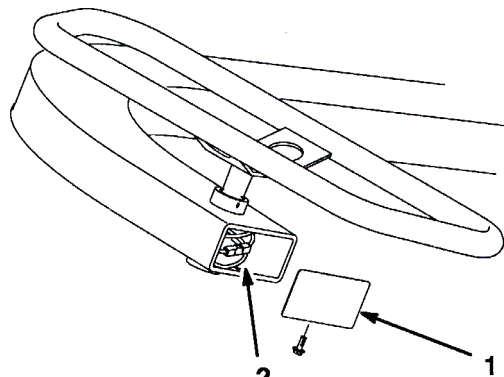

図53
2. ケーブル端部のネジ切り部を全部使ってもたるみを取ることができなくなったら、ケーブルの交換が必要です。時々、ステアリング・コラムのカバーを外し、ハンドルの下にあるプーリとケーブル部を点検してください（図53）。